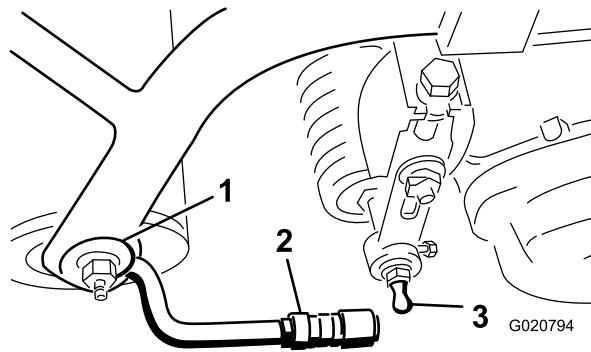

Bild 6
3. Schieben Sie die Hülse an jeder Kugellageraufnahme zurück und haken Sie die Aufnahme in den Kugelbolzen der Schneideeinheit ein. Lösen Sie die Hülse, sodass sie über den Bolzen geht und die Teile miteinander verbindet (Bild 6).